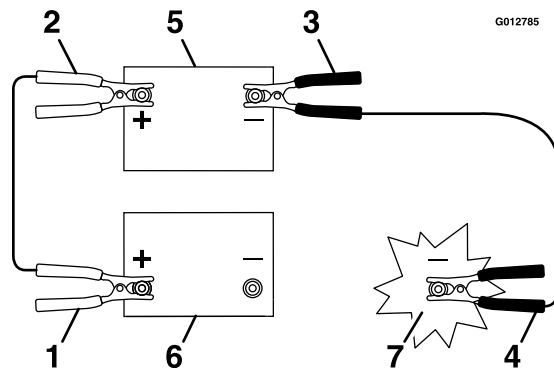

Figura 53
4. Conecte el cable positivo (+) al borne positivo (+) de la batería descargada que está conectado al motor de arranque o al solenoide, según se indica en Figura 53.